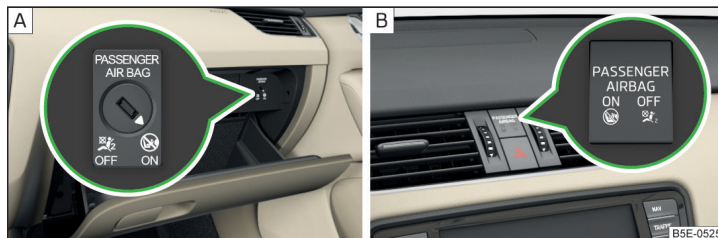

Fig. 10 Comutator cu cheie pentru airbagul frontal al pasagerului față/lampă de control pentru airbagul frontal al pasagerului față
Airbagul frontal al pasagerului față se poate dezactiva de la comutatorul cu cheie » fig. 10 la pagina 20 - **A**.
Pozițiile comutatorului cu cheie » fig. 10 - A
**OFF** Airbagul frontal al pasagerului față este dezactivat - lampa de control **OFF** » fig. 10 - B se aprinde după cuplarea contactului